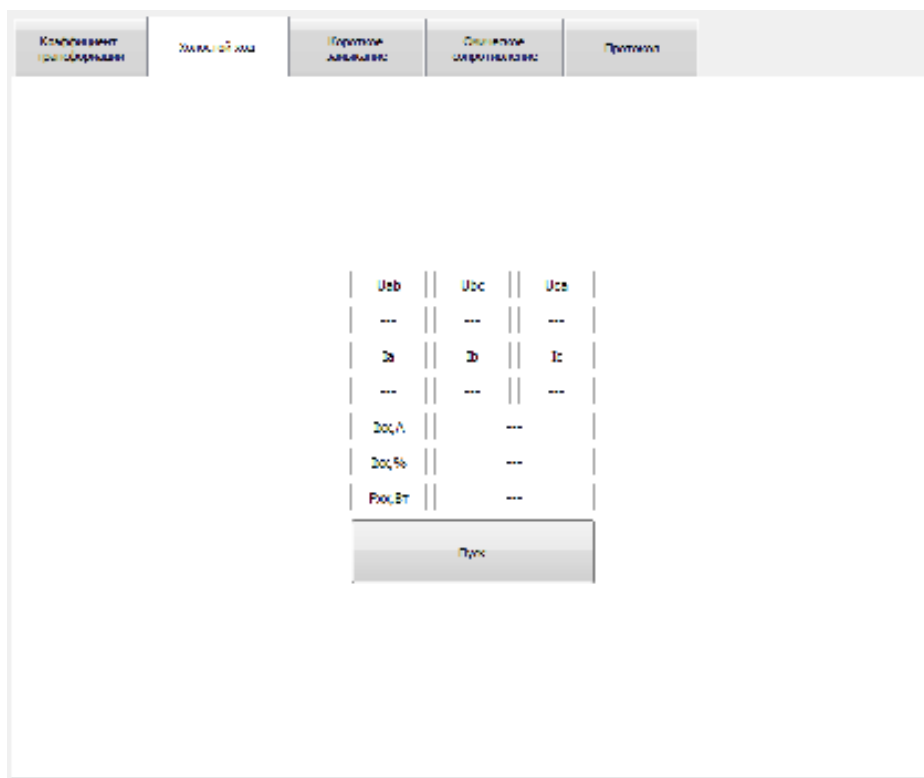

Рис. 14. Вкладка «Холостой ход» для испытания при номинальном напряжении
**5.3.1.6.** Переключаемся на вкладку «Холостой ход» (рис. 14), плавно устанавливаем испытательное напряжение с погрешностью не более  $\pm 0,5\%$  от номинального значения и нажимаем кнопку «Пуск». Результаты испытаний будут отображены в соответствующих полях вкладки.